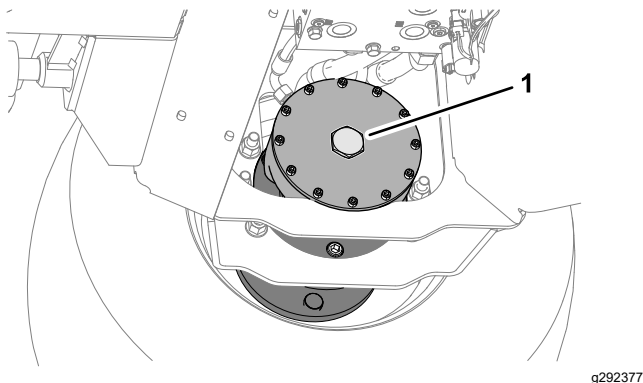

**Figura 40**
1. Retire el perno de 12 mm x 40 mm y la arandela de 12 mm del taladro en el centro de la placa del extremo del motor (Figura 40).